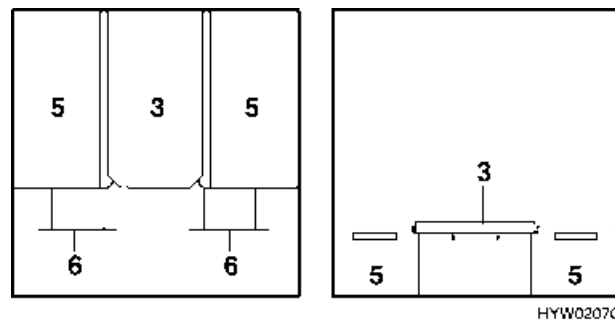

Bild 42 Während des Umbaus
- Tischplatte (Bild 42,3) zwischen die beiden Bettkästen (Bild 42,5) einlegen.
- Bettkasten-Verlängerung (Bild 42,6) herausziehen.